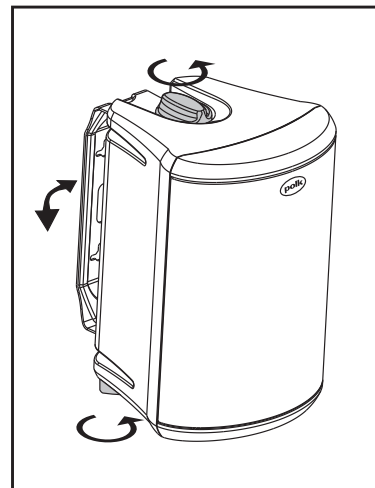

FIGURE 14
- Une fois l'enceinte installée, les boutons du support peuvent être desserrés pour orienter l'enceinte puis reserrés à main pour garder l'enceinte correctement et solidement orientée [figure 14].
Attach and remove the speaker from the permanently secured bracket by tightening and loosening the bracket knobs [as shown in figure 14].
Pour une installation plus solide, vissez le support directement dans un montant portant du mur. Enfoncez les vis solidement à travers la partie rétrécie des fentes en trou de serrure et dans le montant. Ne laissez pas les têtes de vis dépasser. Montez ou dégagez l'enceinte en serrant ou desserrant les boutons du support [figure 14].